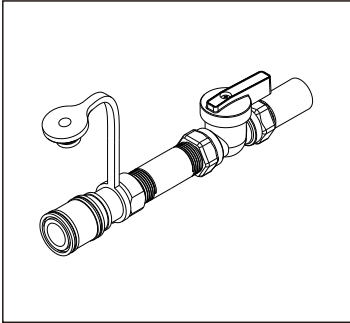

Figure 3
1. Connectez le raccord rapide au tuyau de gaz naturel (GN). Assurez-vous qu'il y a un robinet d'arrêt pour le gaz naturel (Figures 3 et 4). Assurez-vous que l'ensemble de tuyau à raccord rapide n'est PAS connecté à l'adaptateur avant de continuer.